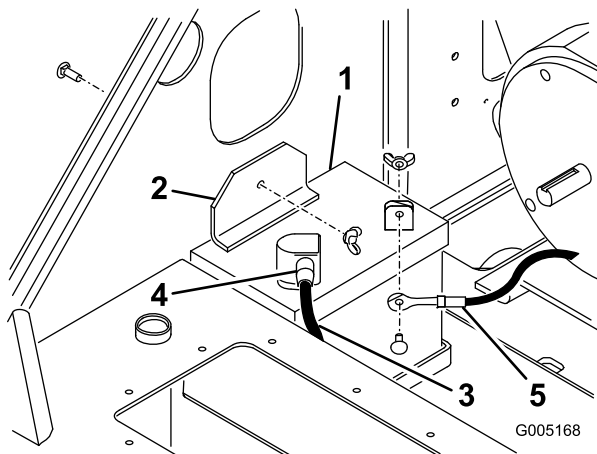

Figura 27
3. Retire la tuerca de orejeta y el perno que sujetan la abrazadera de la batería y la pletina (debajo de la abrazadera) y retire la abrazadera y la pletina (Figura 27).
8. Instale la batería en el chasis (Figura 27).
9. Sujete la batería en el chasis (Figura 27).
10. Usando el perno y la tuerca de orejeta suministrados con la batería, conecte el cable positivo (rojo) al borne positivo (+) de la batería (Figura 27). Deslice la cubierta de goma sobre el borne de la batería.
11. Usando el perno y la tuerca de orejeta suministrados con la batería, conecte el cable negativo (negro) al borne negativo (–) de la batería (Figura 27).